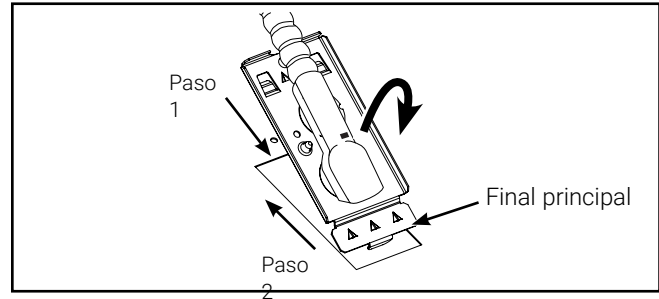

Figura 3.
- Retire la placa de acceso eléctrico y remueva los huecos necesarios de la placa de acceso para fijar el cable de alimentación eléctrica (Figura 3).
- Paso 1: Para insertar la placa de acceso, gire hasta que el extremo delantero esté dentro del cableado (Figura 3).